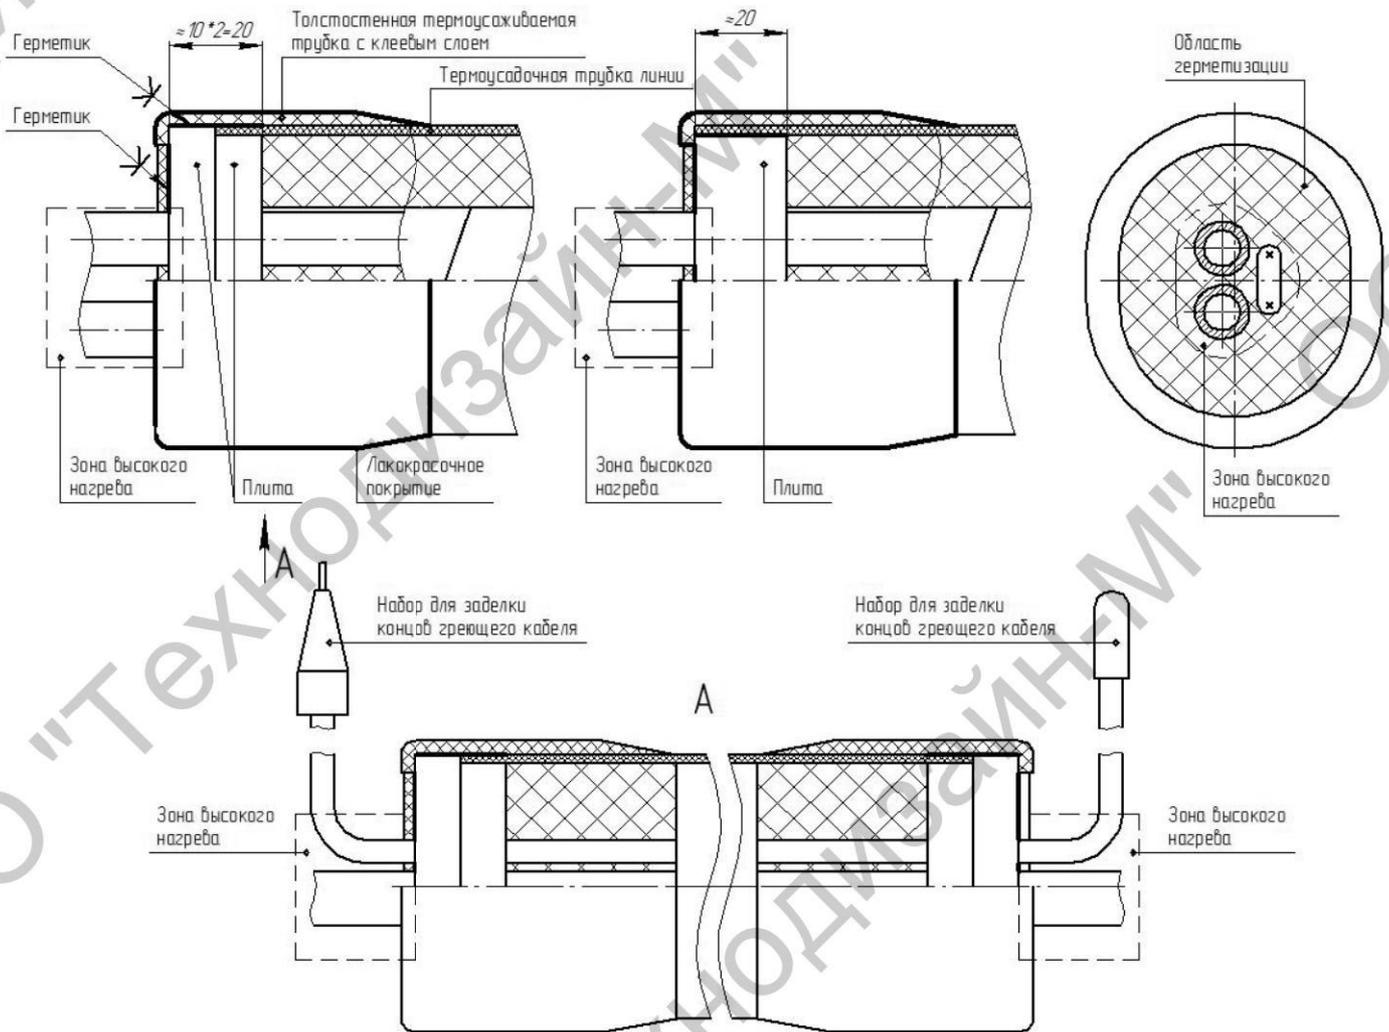

Рис.1. Монтаж комплекта ТДМ-ТИЛ-Э-Ек-КЗиГКЛ с использованием плит на примере линии с двумя импульсными трубками.
1. Конец линии зачистить от внешнего слоя изоляции из базальтовых шнуров на необходимую для монтажа величину (см. рис.1).